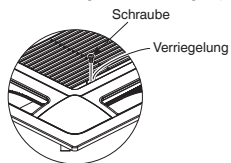

Abb. 7-14
- (1) Das Luftpfeinlassgitter und den Luftfilter von der Deckenverkleidung abnehmen.
- a) Die beiden Schrauben an der Verriegelung des Luftpfeinlassgitters herausdrehen. (Abb. 7-14)